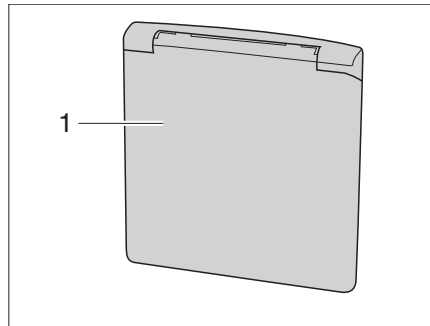

Bild 1 Klappe für 230-V-Anschluss
**Öffnen:** ■ Außenklappe (Bild 1,1) unten greifen und nach oben schwenken.